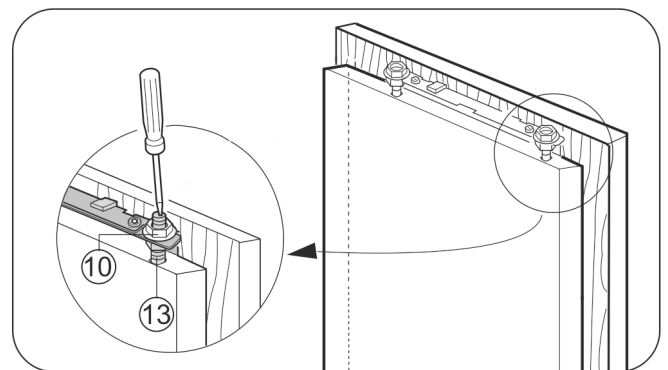

Fig. 22
- ▶ Serrare i controdadi Fig. 22 (10) con una chiave Allen 13, trattenendo il perno di regolazione Fig. 22 (13) con un cacciavite.